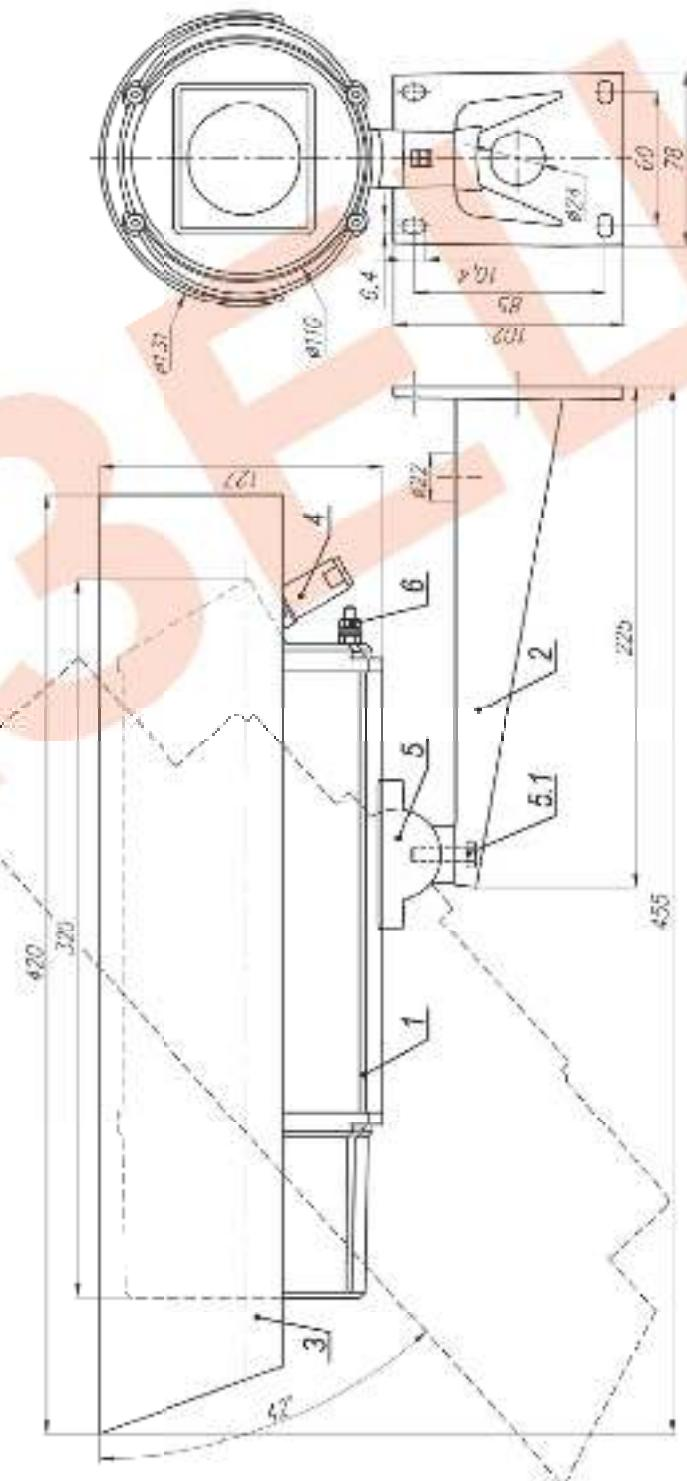

Рис.1 Габаритные и установочные размеры ТВК-95 IP
- Ослабив болт фиксации шарнира (поз.5.1 рис.1), установить гермобокс на нужное направление обзора, пошли чеко надежно зафиксировать шарнир затянув болт.
- Заземлить гермобокс с помощью болта заземления (поз.6 рис.1).
Состав изделия: (см. рис.1)